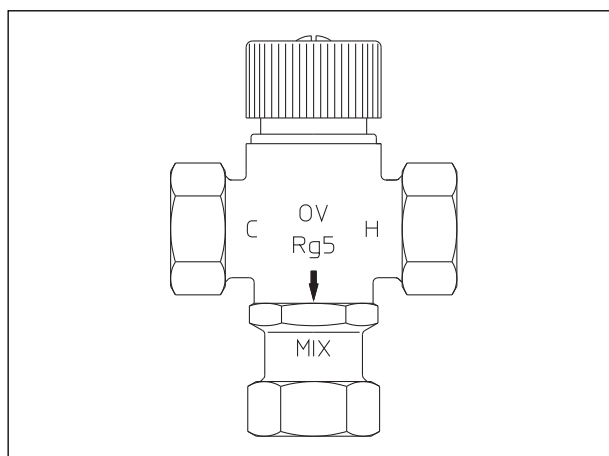

Fig. 8: Vanne mélangeuse thermostatique «Brawa-Mix», réf. OV 130 03 51 ou 130 03 52
- Montage d'une vanne mélangeuse thermostatique «Brawa-Mix» (voir fig. 8) (pour consignes détaillées voir notice d'installation «Brawa-Mix»). La plage de réglage de la température de l'eau chaude venant du ballon d'eau chaude peut être réglée entre 35°C et 50°C à l'aide du «Brawa-Mix».